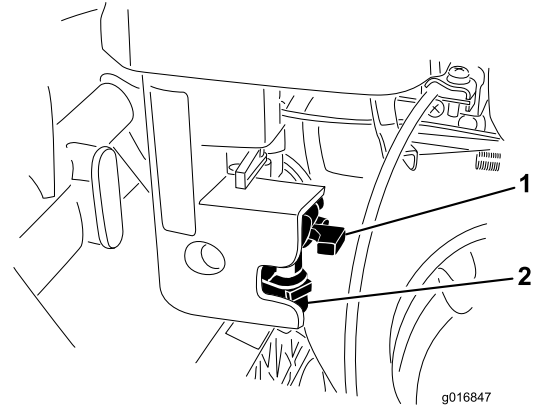

図 36
1. 燃料バルブを閉じて、フィルタのボディから燃料カップを外す (図 36)。